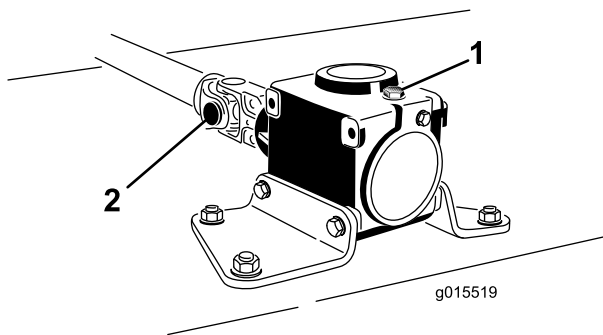

Figura 3
- Quite el pasador cilíndrico de la horquilla y del eje de la caja de engranajes (Figura 3). Guarde el pasador cilíndrico para su uso posterior.
- Afloje los 2 tornillos de caperuza y las contratueras (Figura 3).